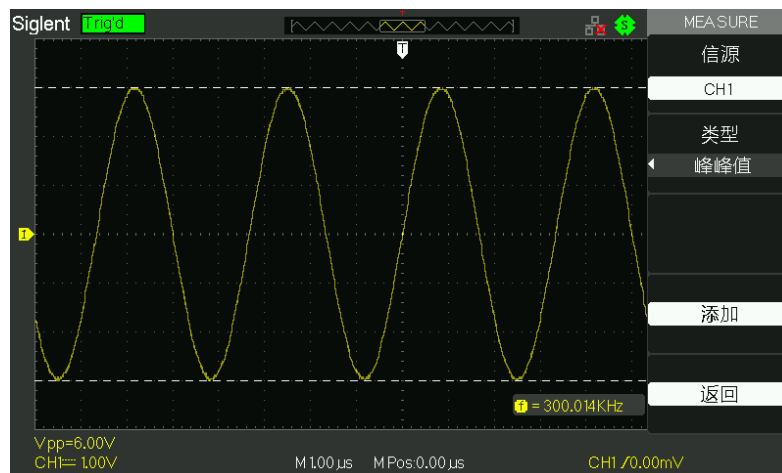

图 2-46 光标自动测量
- 按【类型】选项按钮或旋转万能旋钮选择您要测量的电压参数类型，按下“添加”软键显示测量值。如图 2-46: